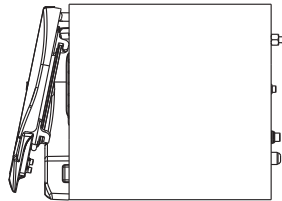

Fig. 16
- e ► Ao término da esterilização, será realizada a depressurização, produzindo um estalo e soando 1 bip. Em seguida, a autoclave emitirá 2 bips a cada 3 segundos e o LED Aquecendo/Secando estará piscando, indicando que o operador deve entreabrir a porta para a etapa de secagem. Abra a porta e posicione-a como mostrado abaixo (Fig. 16).